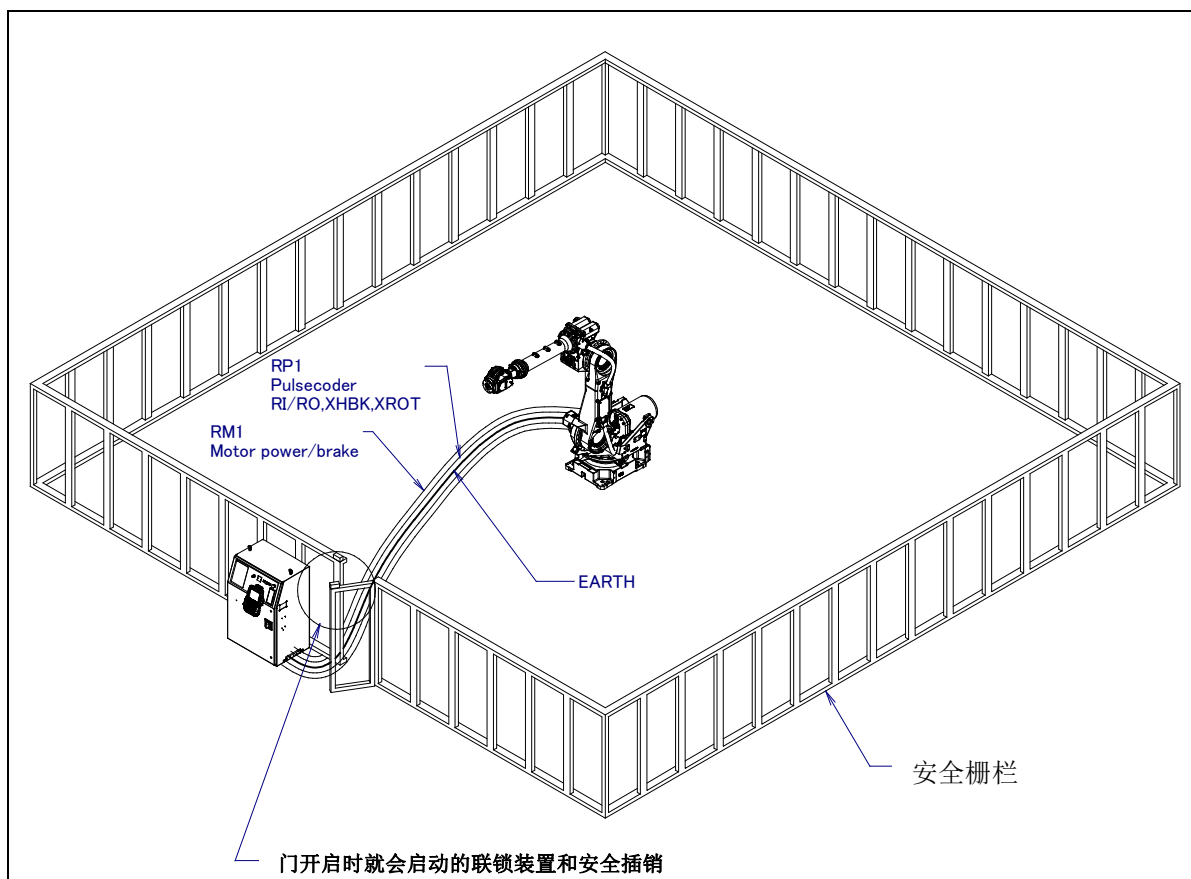

图 3 (a) 安全栅栏和安全门
- (14) 在使机器人操作时，务必在确认安全栅栏内没有人员后再进行操作。同时，检查是否存在潜在的危險，当确认存在潜在危險时，务必排除危險之后再进行操作。
- (15) 不要在下面所示的情形下使用机器人。否则，不仅会给机器人和外围设备造成不良影响，而且还可能导致使用者受重伤。
- (16) 在连接与停止相关的外围设备（安全栅栏等）和机器人的各类信号（外部急停、栅栏等）时，务必确认停的动作，以避免错误连接。
- (17) 有关架台的准备，按照图 3 (c) 在安装或者维修作业时，请十分注意高地作业的安全。应考虑脚手架和安全皮带安装位置的确保等。